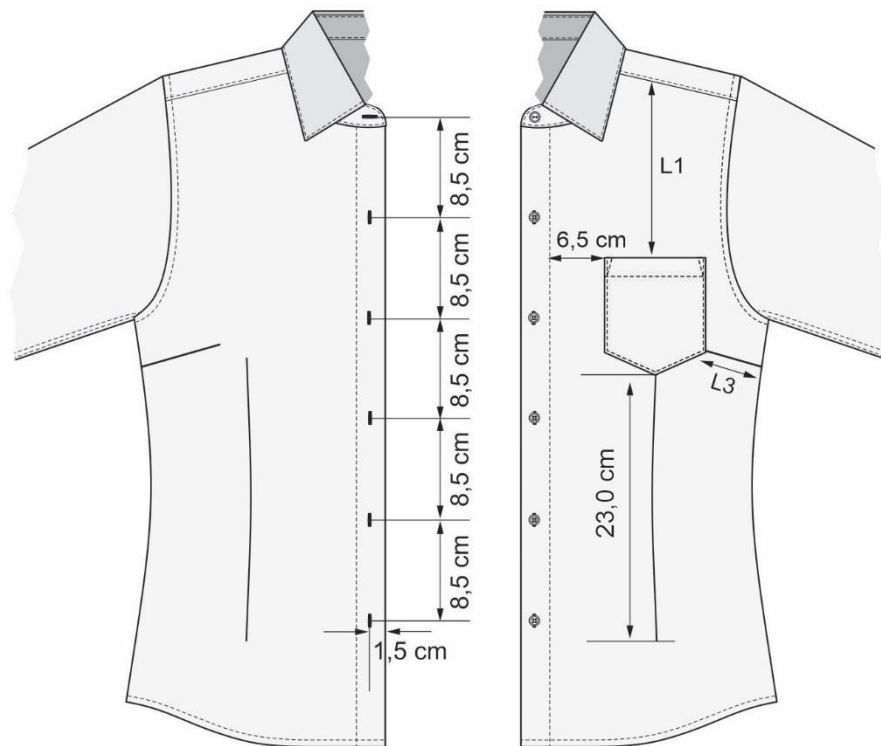

Figura 4 – Detalhes da abertura frontal e bolso (tolerância $\pm 0,5$ cm)
4.1.10 Camisa social **feminina** com bolso em bico no lado esquerdo do tórax do usuário, localizado com medida variável L1 de distância do ombro, a 6,5 cm de distância dobra da vista esquerda até a lateral do bolso. Abertura do bolso medindo 12,0 cm com bainha de 2,0 cm e altura total de 14,0 cm até o bico central. A altura lateral de 12,0 cm é medida a partir da bainha e possui chanfro inferior com 6,0 cm de comprimento (ver figura 4 e 7).